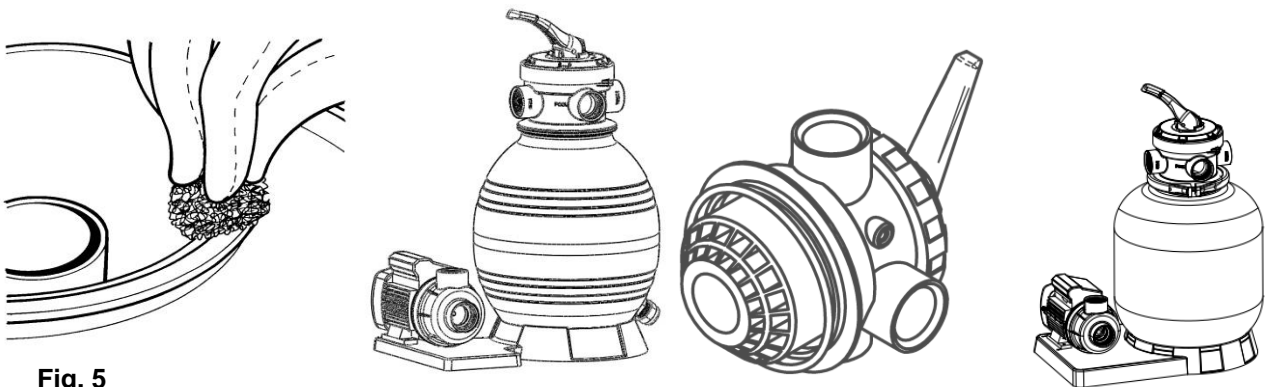

Fig. 5
- Rimuovere la tramoggia e pulire in modo accurato il bordo dell'apertura del serbatoio dai residui di sabbia. Per agevolare la messa in funzione si consiglia di riempire il serbatoio del filtro con $\frac{3}{4}$ di acqua. Poi montare la valvola a 4 vie e la guarnizione del filtro (O-Ring, fig. 5) Il collegamento avviene con un anello elastico. L'anello elastico viene fissato con una vite ad anello elastico e un dado ad anello elastico.